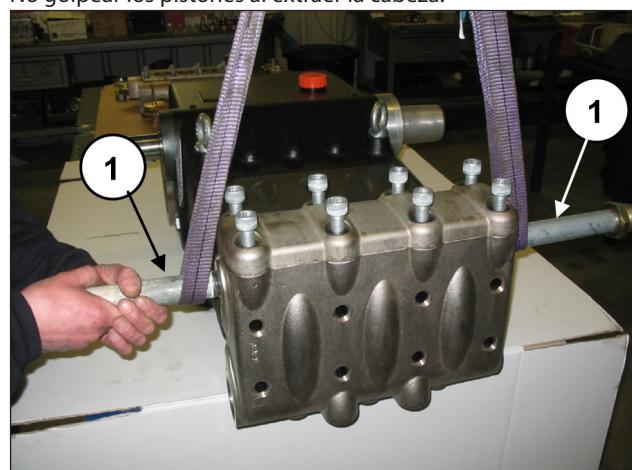
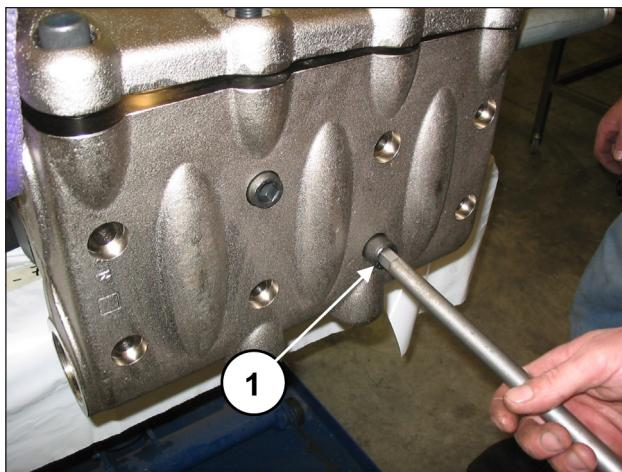

Fig. 104
Fig. 105
Aplicar dos soportes con rosca G2" en las conexiones de envío de la cabeza (pos. ①, Fig. 104) y, a continuación, aflojar los 8 tornillos M16x150 (pos. ①, Fig. 105). No golpear los pistones al extraer la cabeza.